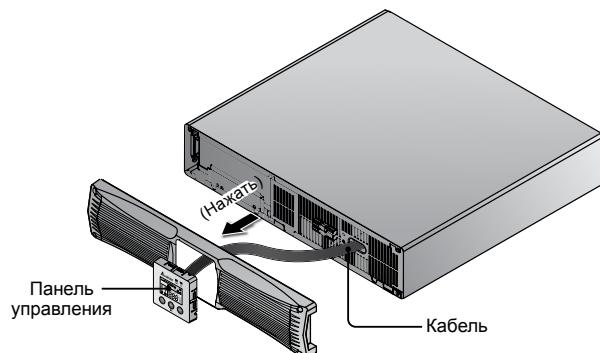

Рис. 8-2. Нажмите сзади на панель управления
- 2 Из-под пластмассовой передней панели осторожно нажимайте на панель управления, пока она не выйдет вперёд. Будьте внимательны, не повредите кабель, соединяющий панель управления с разъёмом внутри ИБП. См. Рис. 8-2.